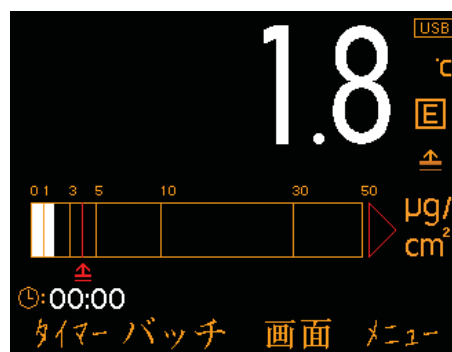

図4: 読取り値と棒グラフ
- 棒グラフ（図4）：現在の読み取り値と最大値（Hi）、最小値（Lo）、平均値（ \bar{x} ）を刻んだ横棒を表示します。1回読み取るたびに更新されます。